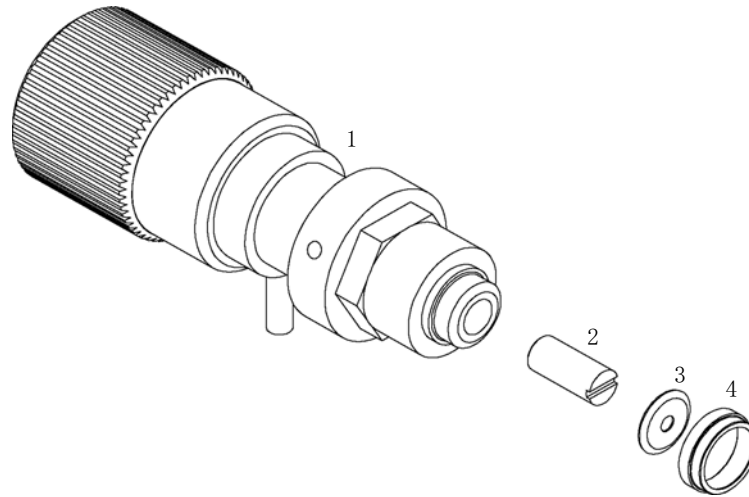

図 25 パージバルブの部品
- 6 新しいフリットをスリットがゴールドシールの方を向くようにパージバルブに取り付けます (119 ページ 図 25 を参照してください)